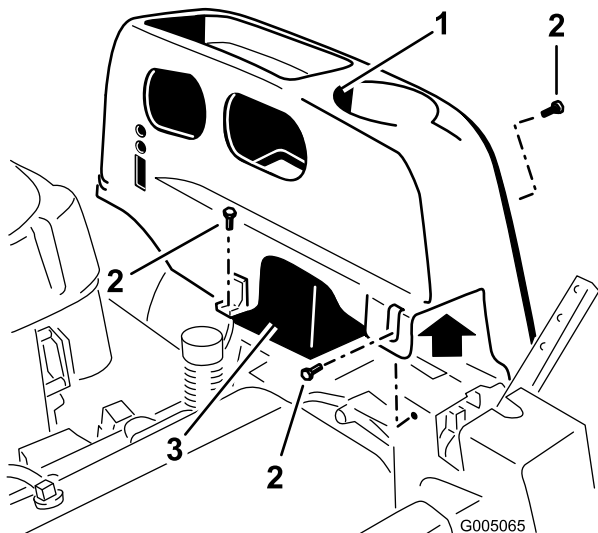

Figura 20
2. Retire los 25 tornillos TORX® que sujetan la cubierta izquierda al bastidor, según se muestra en Figura 20.